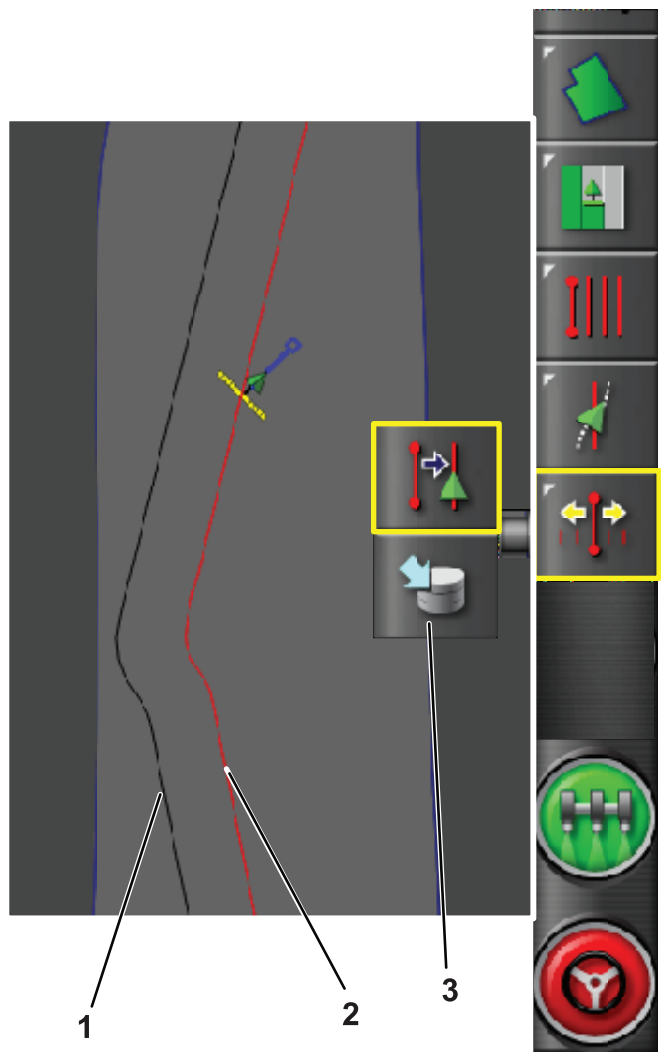

Figure 18
2. Appuyez sur l'icône de déplacement lorsque vous avez atteint l'emplacement de la nouvelle ligne guide (Figure 18).